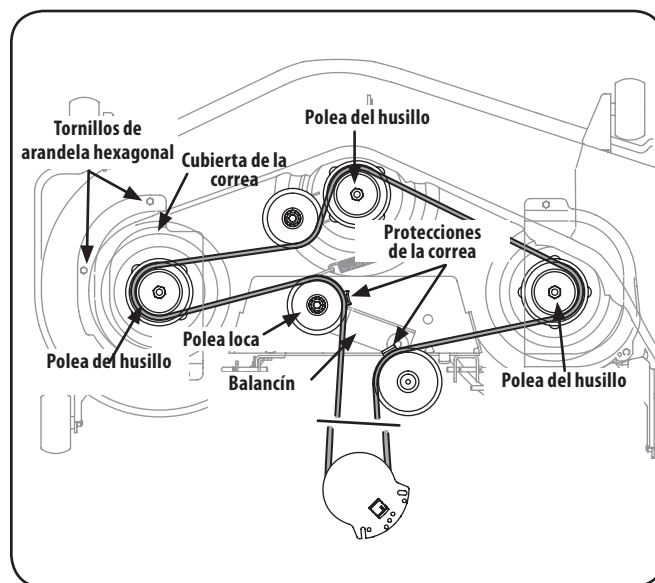

Figura 7-12
2. Retire los tornillos de arandela hexagonal que sujetan las cubiertas de las correas a la plataforma. Consulte la Figura 7-12.
5. Instale la nueva correa alrededor de las poleas del husillo tal como se muestra y reinstale las cubiertas de las correas. Consulte la Figura 7-12.